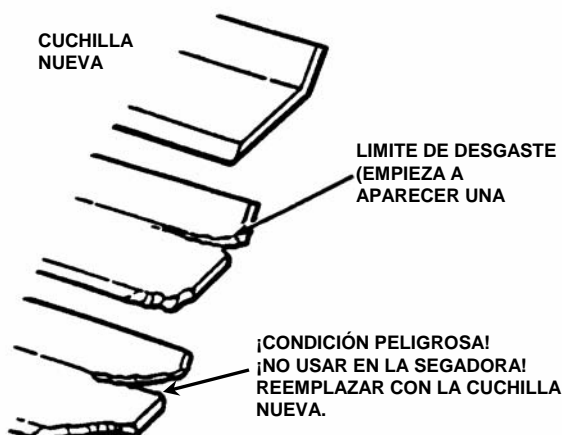

FIGURA 4.10
1. Inspeccione frecuentemente la cuchilla en busca de desgaste excesivo o daño. Vea la figura 4.10.